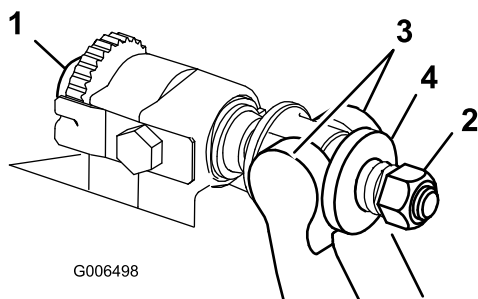

Figure 13
1. Tournez la vis de réglage de la barre d'appui dans le sens antihoraire pour éloigner la contre-lame du cylindre (Figure 13).
2. Faites sortir l'écrou de tension du ressort jusqu'à ce que la rondelle ne soit plus tendue contre la barre d'appui (Figure 13).